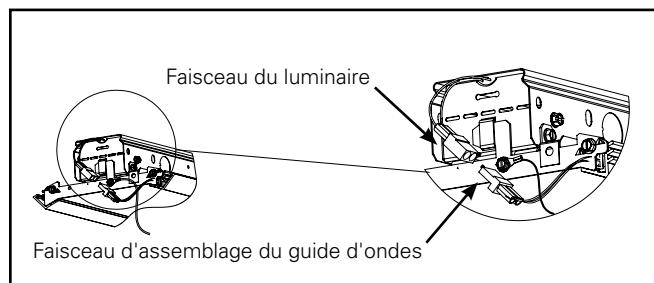

Figure 12.
- Raccordez le faisceau de câblage de la DEL à chaque extrémité de l'assemblage du guide d'ondes. (Figure 12.)